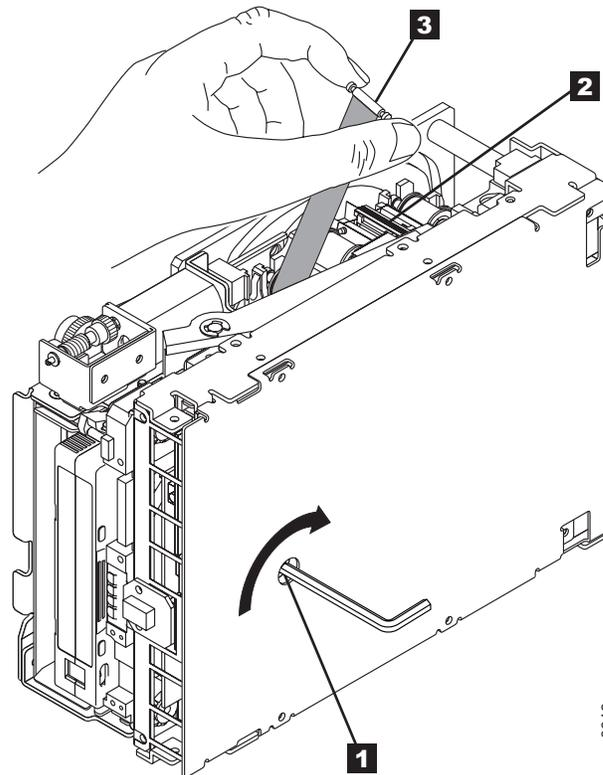

Figure 18. Rembobinage de l'amorce sur la cartouche de bande
5. Placez l'unité face avant vers vous, puis faites-la basculer sur son côté gauche (voir figure 18).
6. Repérez l'orifice d'accès au bas de l'unité (voir **1** dans la figure 18).
8. A l'aide de pinces à bords effilés propres, saisissez l'extrémité de l'amorce et faites-la sortir de la cartouche de bande afin de pouvoir la saisir avec les doigts (voir **3** dans la figure 18).